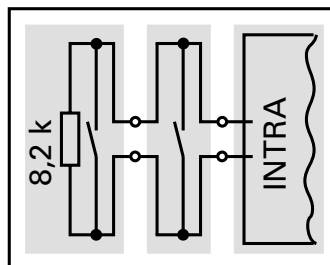

Fig. 10
- lorsque plusieurs profils sensibles sont utilisés sur la même entrée, ceux-ci doivent être connectés en série (fig.10)
- le dernier profil sensible doit être fermé avec une résistance de 8,2 kOhm (fig.10)